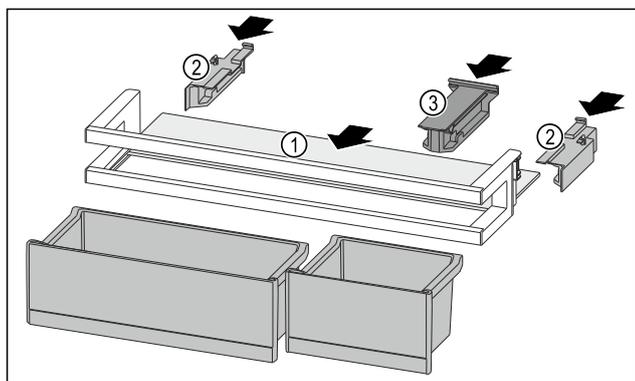

Fig. 118
- ▶ Insérer la tablette de rangement Fig. 118 (1) dans les évidements latéraux.
- ▶ Installer les parties latérales Fig. 118 (2).
- ▶ Installer la pièce de retenue Fig. 118 (3).